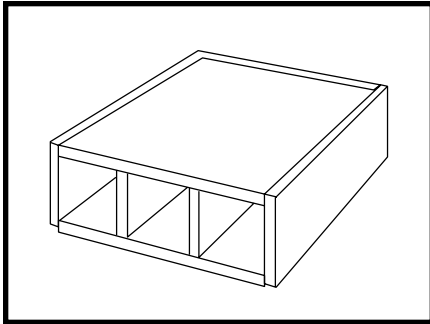

Figure 3
**Helpful Hint:** The GBC Die Set Storage Cabinet #7703207 is an excellent way to store all of your interchangeable die sets for the MP2500iX (see Figure 3). This special product securely holds three die sets, protecting them from dirt, dust, and accidental damage. Several Die Set Storage Cabinets can be stacked on
**Conseil pratique :** Le casier de rangement des matrices GBC (Réf. 7703207) offre un excellent moyen de ranger tous les ensembles interchangeables pour la MP2500iX (voir figure 3). Ce produit spécial accepte trois
aufzubewahren (siehe Abb. 3). In diesen Spezialschrank passen drei Locherblöcke, die darin vor Staub, Schmutz und Beschädigungen geschützt sind. Die Schränke können gestapelt werden. Wenden Sie sich an Ihren Fachhändler, wenn Sie Informationen zum Kauf dieser Schränke benötigen.